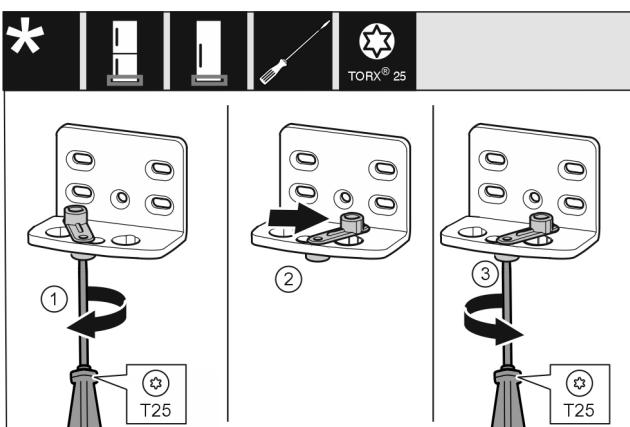

Fig. 14
- Odvijačem labavo uvrnute vijke Fig. 14 (1).
- Podignite pomagalo za zatvaranje vrata Fig. 14 (2) i okreinite ga za 90° nadesno u prvrt.
- Odvijačem pritegnite vijke Fig. 14 (3).